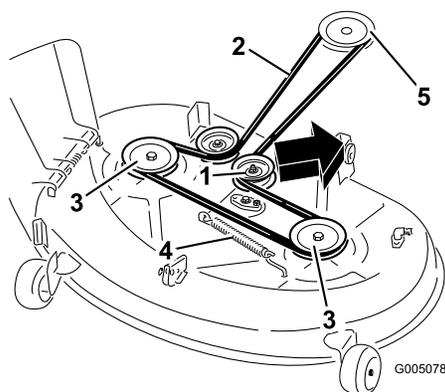

Figure 48
- Tirez la poulie de tension dans la direction indiquée à la Figure 48 et retirez la courroie des poulies.
- Acheminez la courroie neuve autour de la poulie du moteur (Figure 48).
- Tirez la poulie de tension dans la direction indiquée à la Figure 48 et acheminez la courroie autour de la poulie de tension (Figure 48).